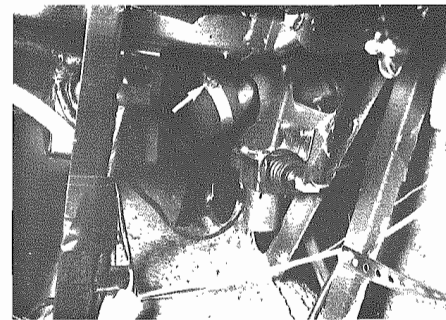

Fig. 6 - Fascetta di fissaggio
- Allentare la fascetta di fissaggio tubo immissione carburante (**Fig. 6**).
- Slacken clamp fixing the fuel supply tube (**Fig. 6**).